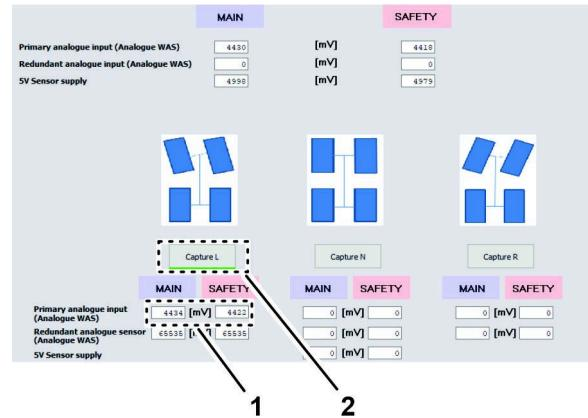

図 148
4. キャプチャーLアイコンをクリックします(図 148)。